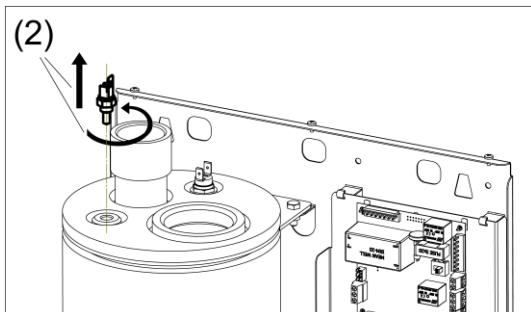

Рисунок 14. Замена датчика температуры теплоносителя
- (1)** Отсоедините все провода подходящие к контактору (см. рис. 14).
- (2)** Нажмите плоской отвёрткой на “язычок” контактора.
- (3)** Немного поверните контактор в сторону.
- (4)** Снимите контактор с DIN-рейки.
- (5)** Установите новый контактор на DIN-рейку взамен прежнему.
- (6)** Подсоедините к контактору провода в